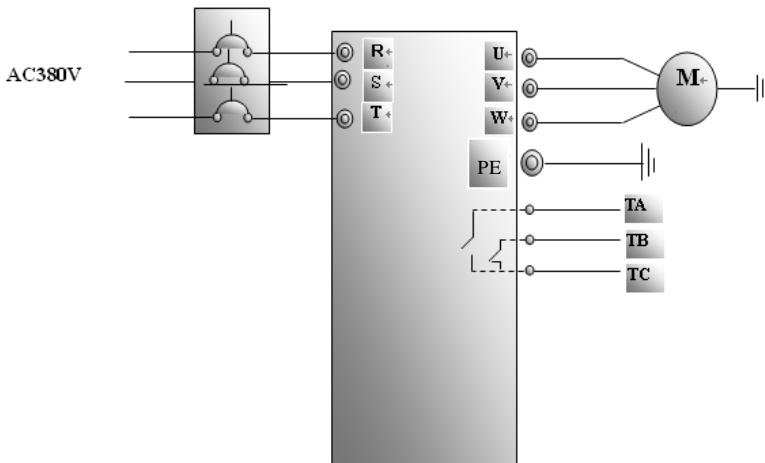

图 4-1 接线图 1
(1) 按图 4-1 配线，检查接线正确后，合上空气开关，变频器上电；
- (1) 按图 4-1 配线，检查接线正确后，合上空气开关，变频器上电；
- (2) 按方式键，进入 HF-0 菜单。按设置键，进入面板点动菜单。
- (3) 一直按住运行键，电机加速到点动设定频率，并保持点动运行状态；
- (4) 松开运行键，电机减速，直到停止点动运行；
- (5) 断开空气开关，变频器断电。